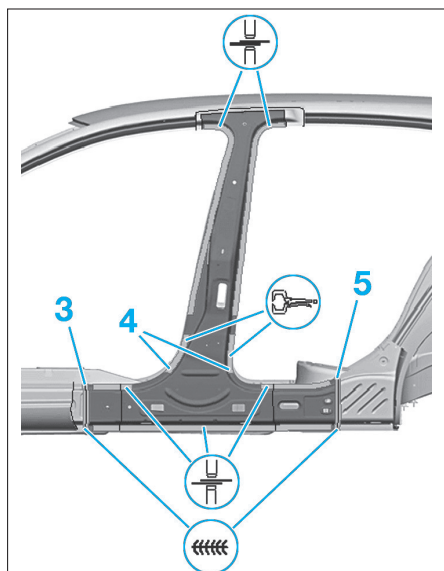

FIG. 88
- Souder l'accostage d'origine avec le bas de caisse et le haut de caisse à la pointeuse électrique (Fig.88).